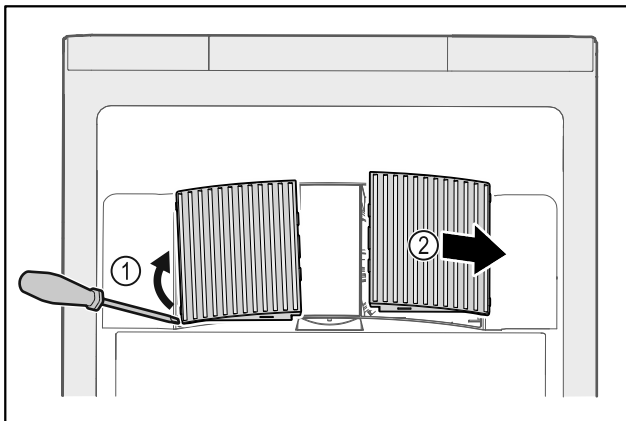

Fig. 229
- ▶ Ventilatorabdeckungen vorsichtig von der Seite heraushebeln Fig. 229 (1) und nach vorne abnehmen Fig. 229 (2).